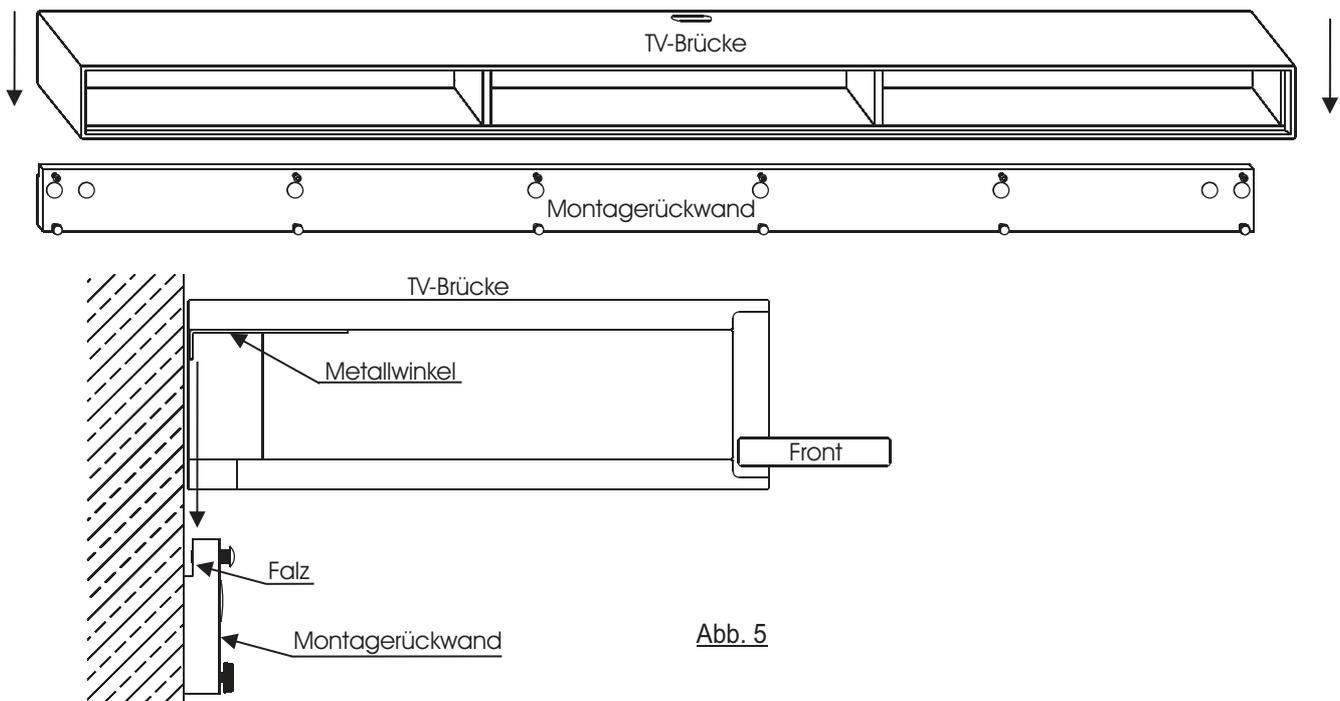

Abb. 5
8. Setzen Sie die TV-Bühne vorsichtig auf die Montagerückwand. Die obere Kantung der Brücke wird hierbei in die obere Falz der Montagerückwand hineingeführt. (Abb. 5)
8. Setzen Sie die TV-Brücke vorsichtig auf die Montagerückwand. Der Metallwinkel des Oberbodens der Brücke wird hierbei in die Falz der Montagerückwand hineingeführt. (Abb. 5)